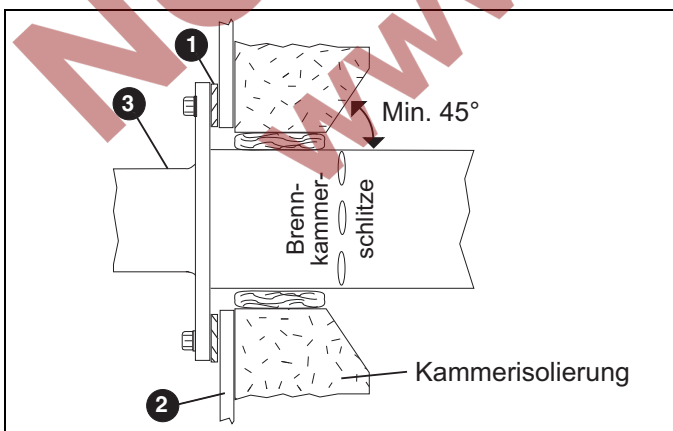

Abbildung 3.3. Kammerwand
Die Kammerwand ② muss das Gewicht des Brenners ③ tragen können. Verstärken Sie den Montagebereich bei Bedarf. Siehe Abb. 3.3.